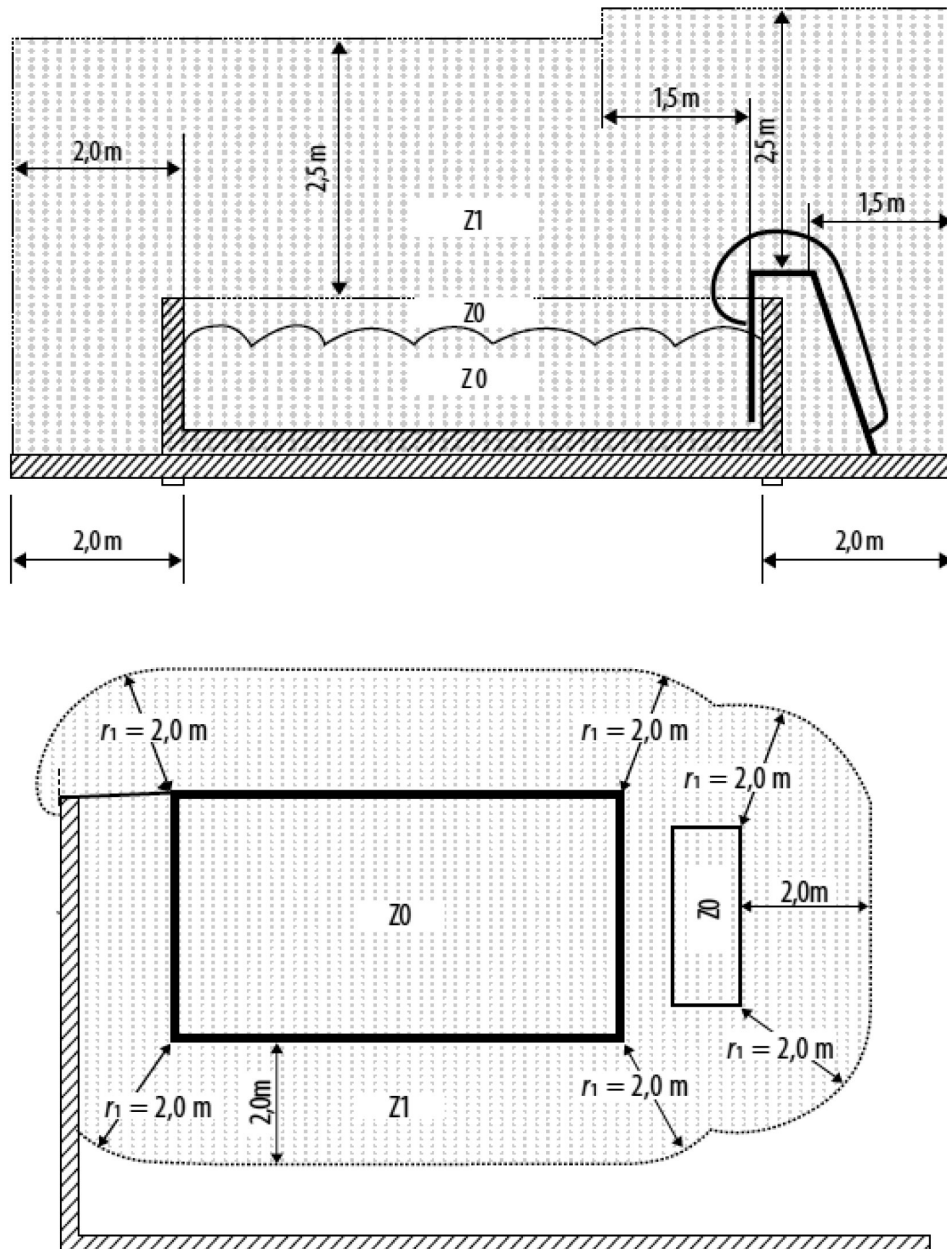

Figura 2
- Nella Zona 0 (Z0) e Zona 1 (Z1), (Figura 2).